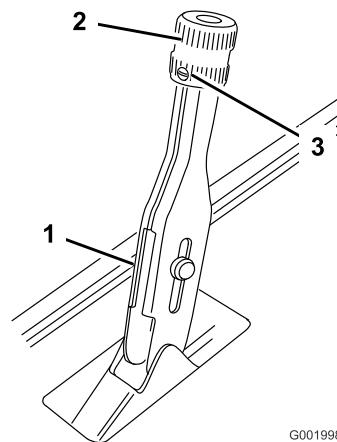

Figura 63
1. Desaperte o parafuso de afinação que fixa o manípulo à alavanca do travão de mão (Figura 63).